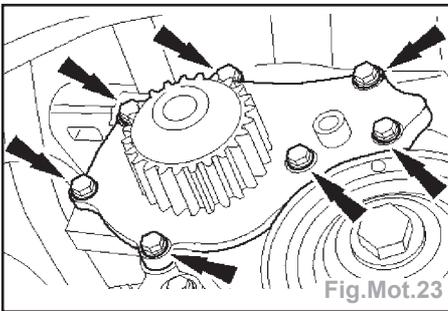

Fig.Mot.23
- Déposer la pompe à eau (Fig.Mot.23).